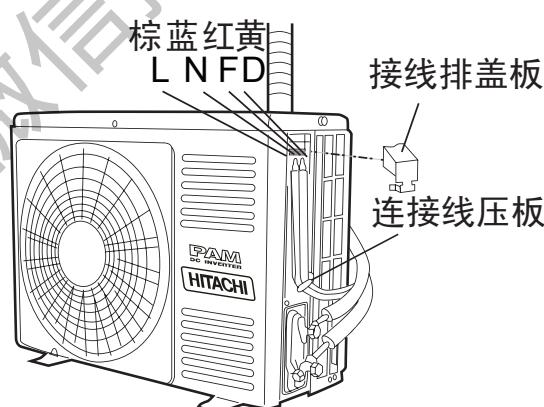

图22
- (1) 将接线排盖板取下。
- (2) 将连接电缆分别按图22正确的牢固连接。（紧固力矩为8~15kgf·cm）
- (3) 必须将黄/绿线接至带有“ \ominus ”标志处的接地螺钉上。
- (4) 用连接线压板将连接电缆用螺钉紧固。
- (5) 完成接线后将接线排盖板重新安装凸台卡扣位置。
- (6) 将边盖重新安装。